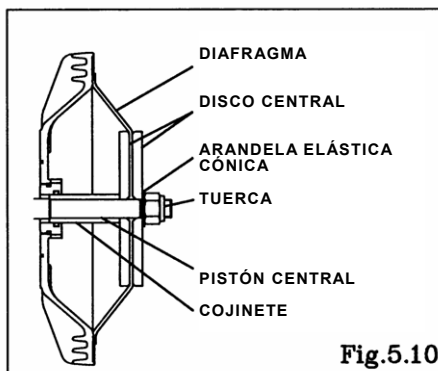

Fig.5.10
- Mantenga el lado convexo de los diafragmas TPEE y TPO en el exterior. [Fig. 5.10]
- Desplace el disco central hacia un lado (excluidos los tipos B_H, B_S, consulte [Fig. 5.10]).